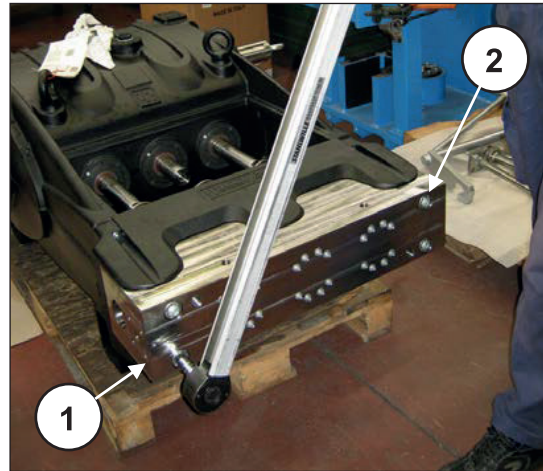
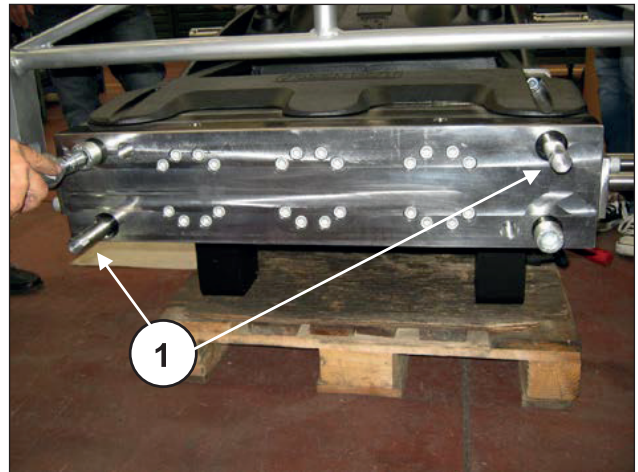

Fig. 167
Fig. 168
Solte dois parafusos de fixação do cabeçote M24 diametralmente opostos (pos. ① e ②, Fig. 167), substituindo-os com dois parafusos-pino de serviço (cód.27807000) (pos. ①, Fig. 168), e assim, proceda com a remoção dos 2 parafusos restantes.